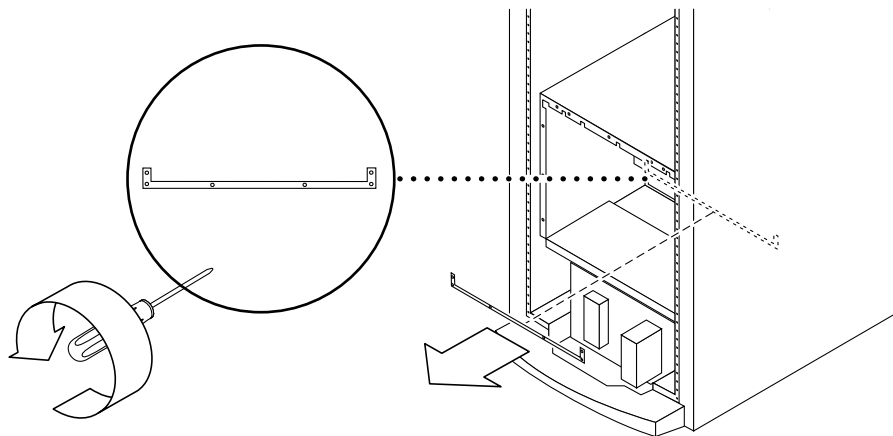

図 12-33 下部のバルクヘッドの取り外し
12. 柄の長いプラスのねじ回し (Phillips の 2 番) で、下部のバルクヘッドの 6 本のねじを外します (図 12-33)。下部のバルクヘッドを取り外します。
3. 下部のバルクヘッドを取り付けます (図 12-33)。